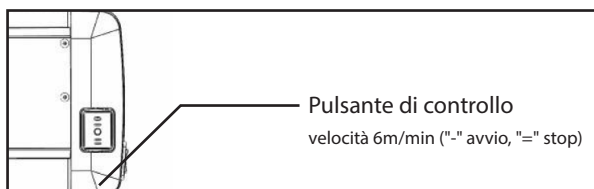

Fig. 5
4. Accendere la macchina premendo il pulsante di accensione. Prima di avviare la macchina, assicurarsi di aver imparato le funzioni del pulsante di controllo. (Fig. 5)